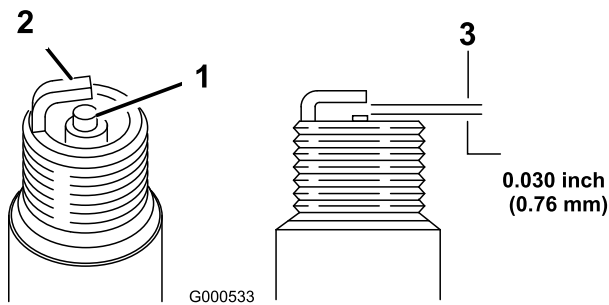

Figura 23
5. Ajuste el hueco entre los electrodos de la bujía nueva a 0,03 pulg. (0,76 mm) (Figura 23).